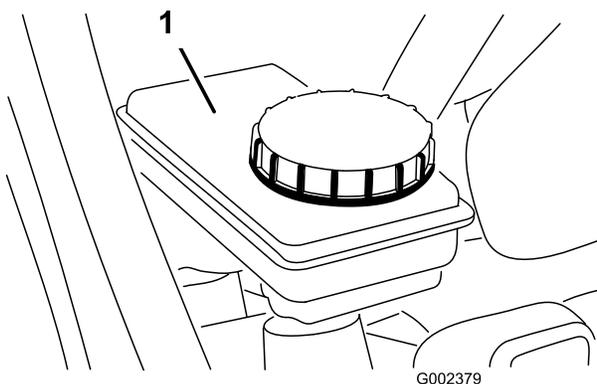

Рисунок 24
2. Убедитесь в том, что уровень жидкости доходит до линии «Полный» (Full) на бачке (Рисунок 24).
3. Если уровень жидкости низок, очистите область вокруг крышки, снимите крышку бачка и заполните бачок до надлежащего уровня (Рисунок 24).